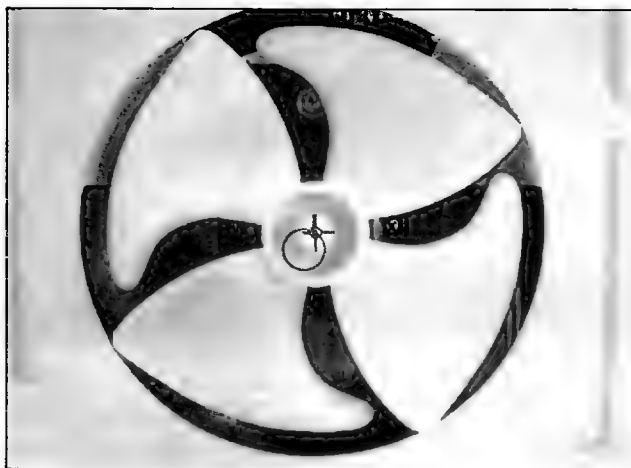

Рис. 2.6.8
- Одной из возможных причин шума является дисбаланс крыльчатки вентилятора (рис. 2.6.8).